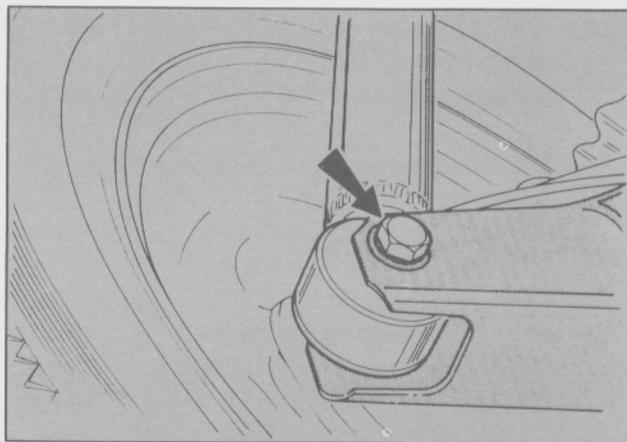

Fig. 30. Tornillo inferior de sujeción del amortiguador
- Retirar el tornillo de sujeción inferior del amortiguador (Fig. 30)